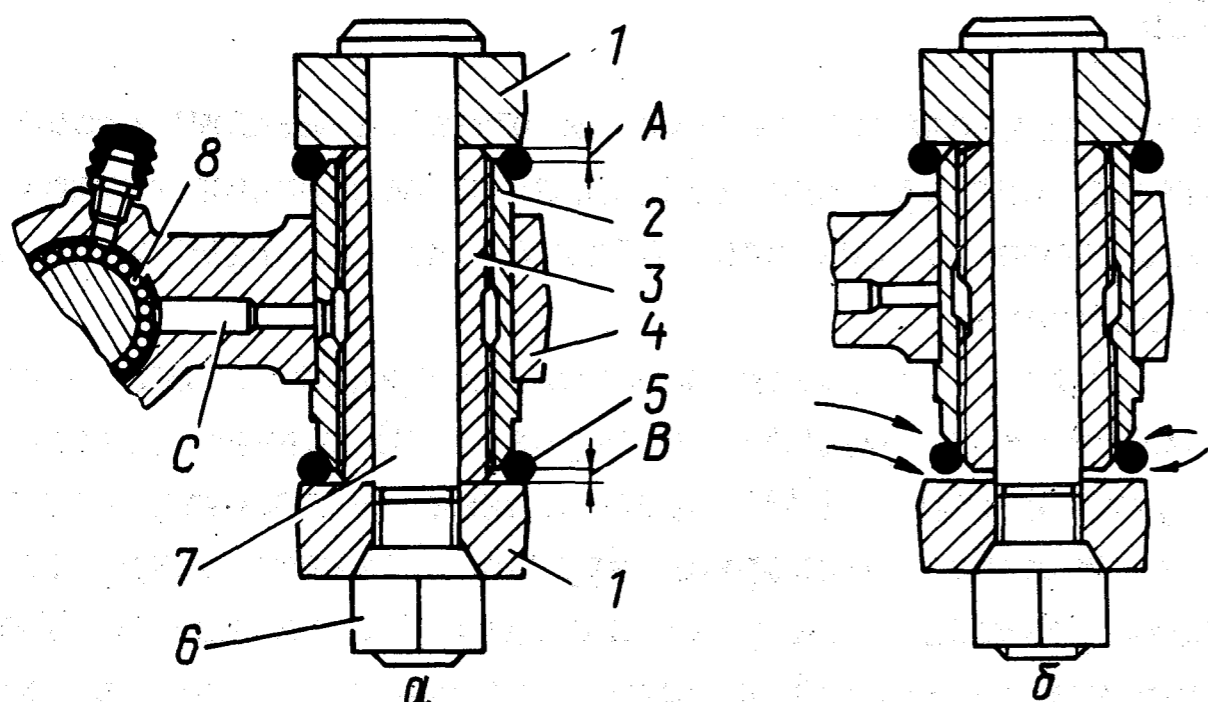

Рис. 138. Шарнирное соединение нижнего конца стойки:
Наружные концы рычагов соединены с головками стойки через резьбовые шарниры. Наружная резьбовая втулка 2 (рис. 138) запрессована в головку стойки, а внутренняя распорная втулка 3 зажата между головками рычагов, стянутых пальцем 7 и гайкой 6. Между торцами резьбовой втулки и торцами верхних и нижних рычагов имеются зазоры А и В, которые необходимы для вращения резьбовой втулки по распорной при качании подвески. Зазоры А и В должны быть одинаковыми. От попадания грязи через этот зазор втулки защищены резиновыми кольцами 5 круглого сечения.
Следует обратить особое внимание на подтяжку гаек 6 (см. рис. 138) пальцев, особенно во время обкатки и при первых 10000 км пробега. Головки рычагов стягиваются гайкой до упора в резьбовую распорную втулку. При этом распорная резьбовая втулка, по отношению к пальцу, остается неподвижной. Однако, в процессе эксплуатации автомобиля затяжка пальцев может ослабнуть по разным причинам.
В результате ослабления затяжки внутренняя резьбовая втулка вывертывается из наружной до тех пор, пока наружная резьбовая втулка не упрется своим торцом в головку рычага (см. рис. 138б). Подвеску может заклинить и она становится жесткой. Начинается износ торцов головок рычагов, втулок и резьбовых пальцев. Этот износ может сопровождаться скрипом.
Смазать смазкой ТАД-17и и ввернуть резьбовые втулки так, чтобы разница между размерами А и В (см. рис. 138а) не превышала 0,8 мм, установить стойку со втулками между головками рычагов. Проверить снова разницу между размерами А и В, так как во время установки она может быть нарушена, если необходимо откорректировать положение втулки, затянуть гайки, момент затяжки 12-20 даН·м (12-20 кгс·м), и установить защитные кольца.
- проверить зазоры А и В (см.рис. 138) между резьбовыми втулками и рычагами верхних и нижних головок стойки, для чего очистить шарниры от грязи и оттянуть защитные резиновые кольца. В случае, если один из размеров будет менее 1 мм, положение втулок отрегулировать и затянуть гайки пальцев, момент затяжки 12-20 даН·м (12-20 кгс·м).